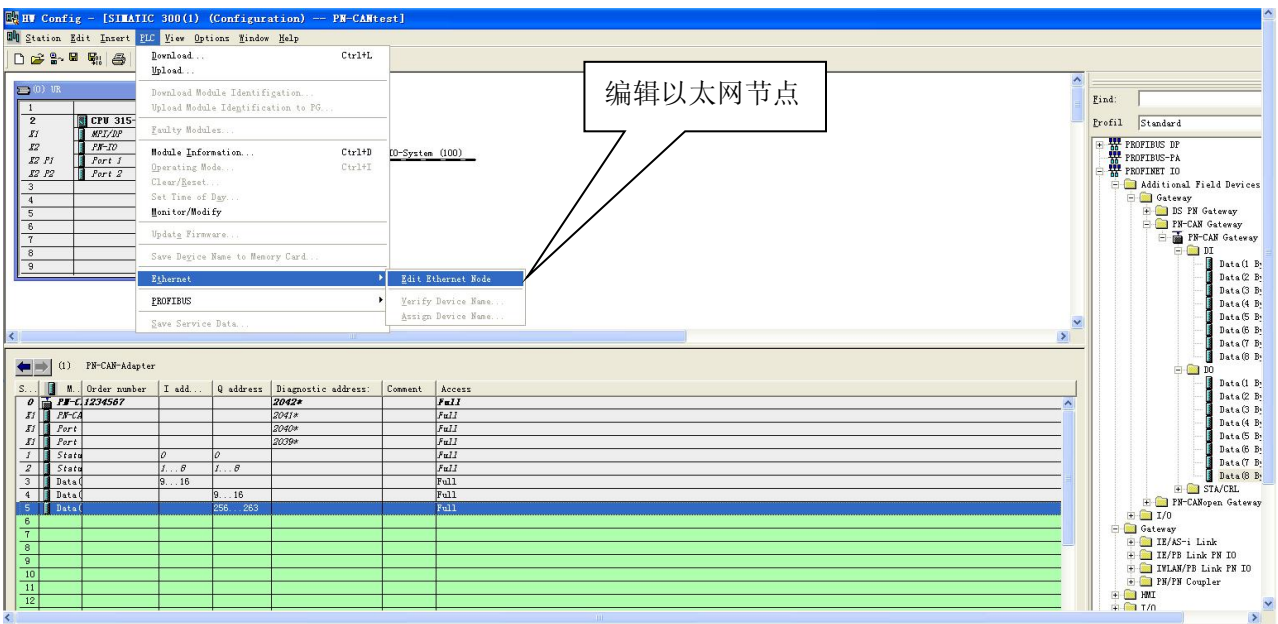

图 3-15
(7)、硬件配置到此结束，保存并编译，为 PN-G-CAN 模块制定设备名，如图 3-15 到 3-19 所示。